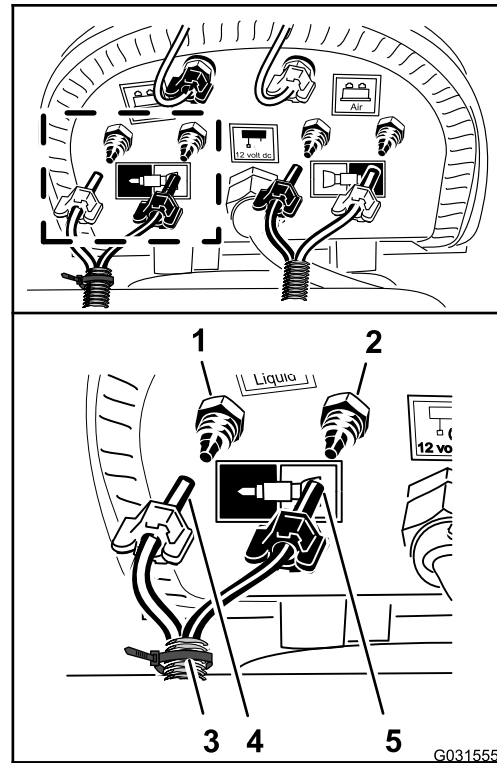

Bild 143
- Montieren Sie die Schläuche mit dem Kabelbinder, den Sie in Schritt 9 in Vorbereiten der neuen Schläuche für die Schaummarkiererdüsen \(Seite 12\) vorbereitet haben, und fluchten Sie den blauen Schlauch für den rechten Sprühabschnitt mit dem Druckanschlussstück für den Wasserkreislauf des rechten Sprühabschnitts aus (Bild 143).
- Befestigen Sie die Druckmutter für den Schlauch auf dem Anschlussstück und ziehen die Mutter mit der Hand an (Bild 143).
- Fluchten Sie den durchsichtigen Schlauch für den rechten Sprühabschnitt auf dem Druckanschlussstück für den Luftkreislauf für den rechten Sprühabschnitt aus (Bild 143).